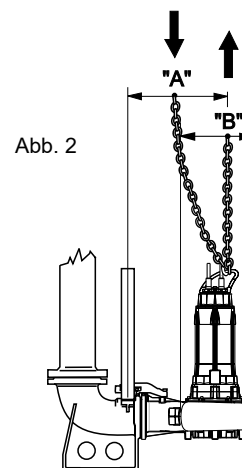

Abb. 2
1.5. - Wenn Sie die Elektropumpe aus ihrem Sitz entfernen möchten, trennen Sie zunächst die Stromkabel vom Bedienfeld und heben Sie sie an, wie auf Seite 10 angegeben (Abb.2). Waschen Sie die Elektropumpe mit einem sauberen Wasserstrahl von innen und außen, um eventuelle Rückstände der gepumpten Flüssigkeit zu entfernen. Achten Sie darauf, eine Schutzbrille, Gummihandschuhe, einen Mundschutz und eine wasserdichte Schürze zu tragen.